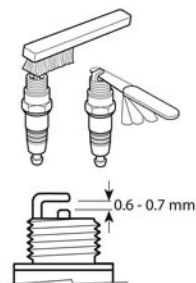

Fig. 22
- > Vérifier l'écartement de la bougie d'allumage; il devrait être entre 0,6 - 0,7 mm (Fig. 22).